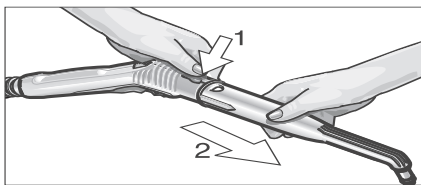

Fig. 5 : déboîtement des accessoires
- Pour retirer les accessoires, appuyez sur la touche de déverrouillage (C3 resp. G3) et déboîtez les pièces (voir fig. 5).